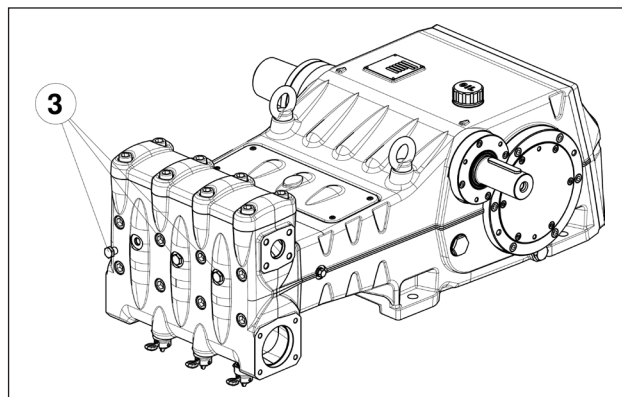

图 11
如果由于电源不足而引发启动问题，则可以通过拆下泵头上的三个前盖（LK36型除外）进行干预，如③ 图 11所示。